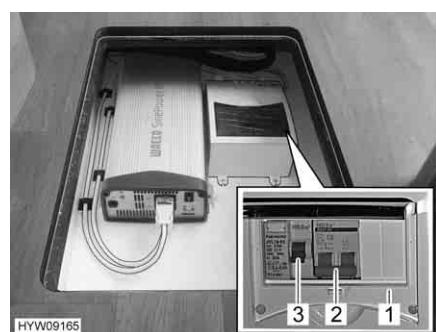

Fig. 102 Scatola dei fusibili supplementare
Le prese sono protette da un interruttore di sicurezza (Fig. 102,2) e da un interruttore di sicurezza per correnti di guasto (Fig. 102,3) in una scatola dei fusibili (Fig. 102,1) aggiuntiva.
- Se il veicolo è collegato all'alimentazione a 230 V, premere il tasto di controllo sull'interruttore di sicurezza per correnti di guasto (Fig. 102,3). L'interruttore di sicurezza per correnti di guasto (FI) deve scattare.